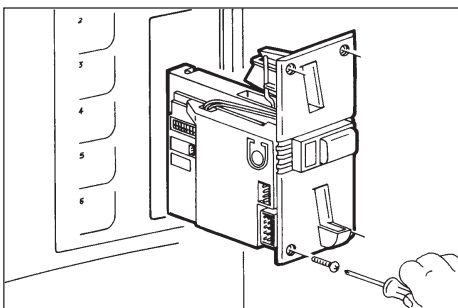

Fig. 16
- Inserire la monetiera e fissarla utilizzando le 4 viti con dado in dotazione (Fig. 16).